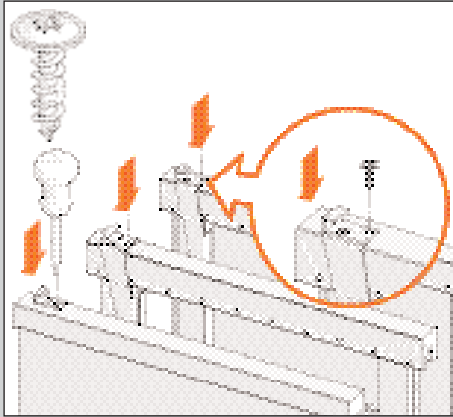

Abb. 4
3. Sorgen Sie dafür, dass die Hängelasche gerade verschraubt ist. Bohren Sie das Befestigungsloch vor und montieren Sie die Schraube (siehe Abb. 4).